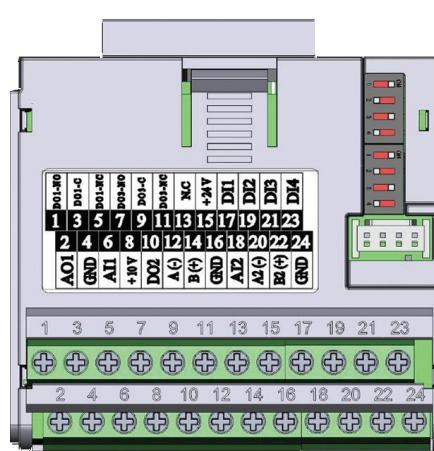

Figura 17.4: Módulo plug-in CFW500-CRS485
O módulo plug-in CFW500-CRS485 tem a interface Serial (1) através da porta RS485 nos bornes 12(A-) e 14(B+), bem como a interface Serial (2) também através de outra porta RS485 nos bornes 20(A2+) e 22(B2+), veja a Figura 17.4 na página 17-1.